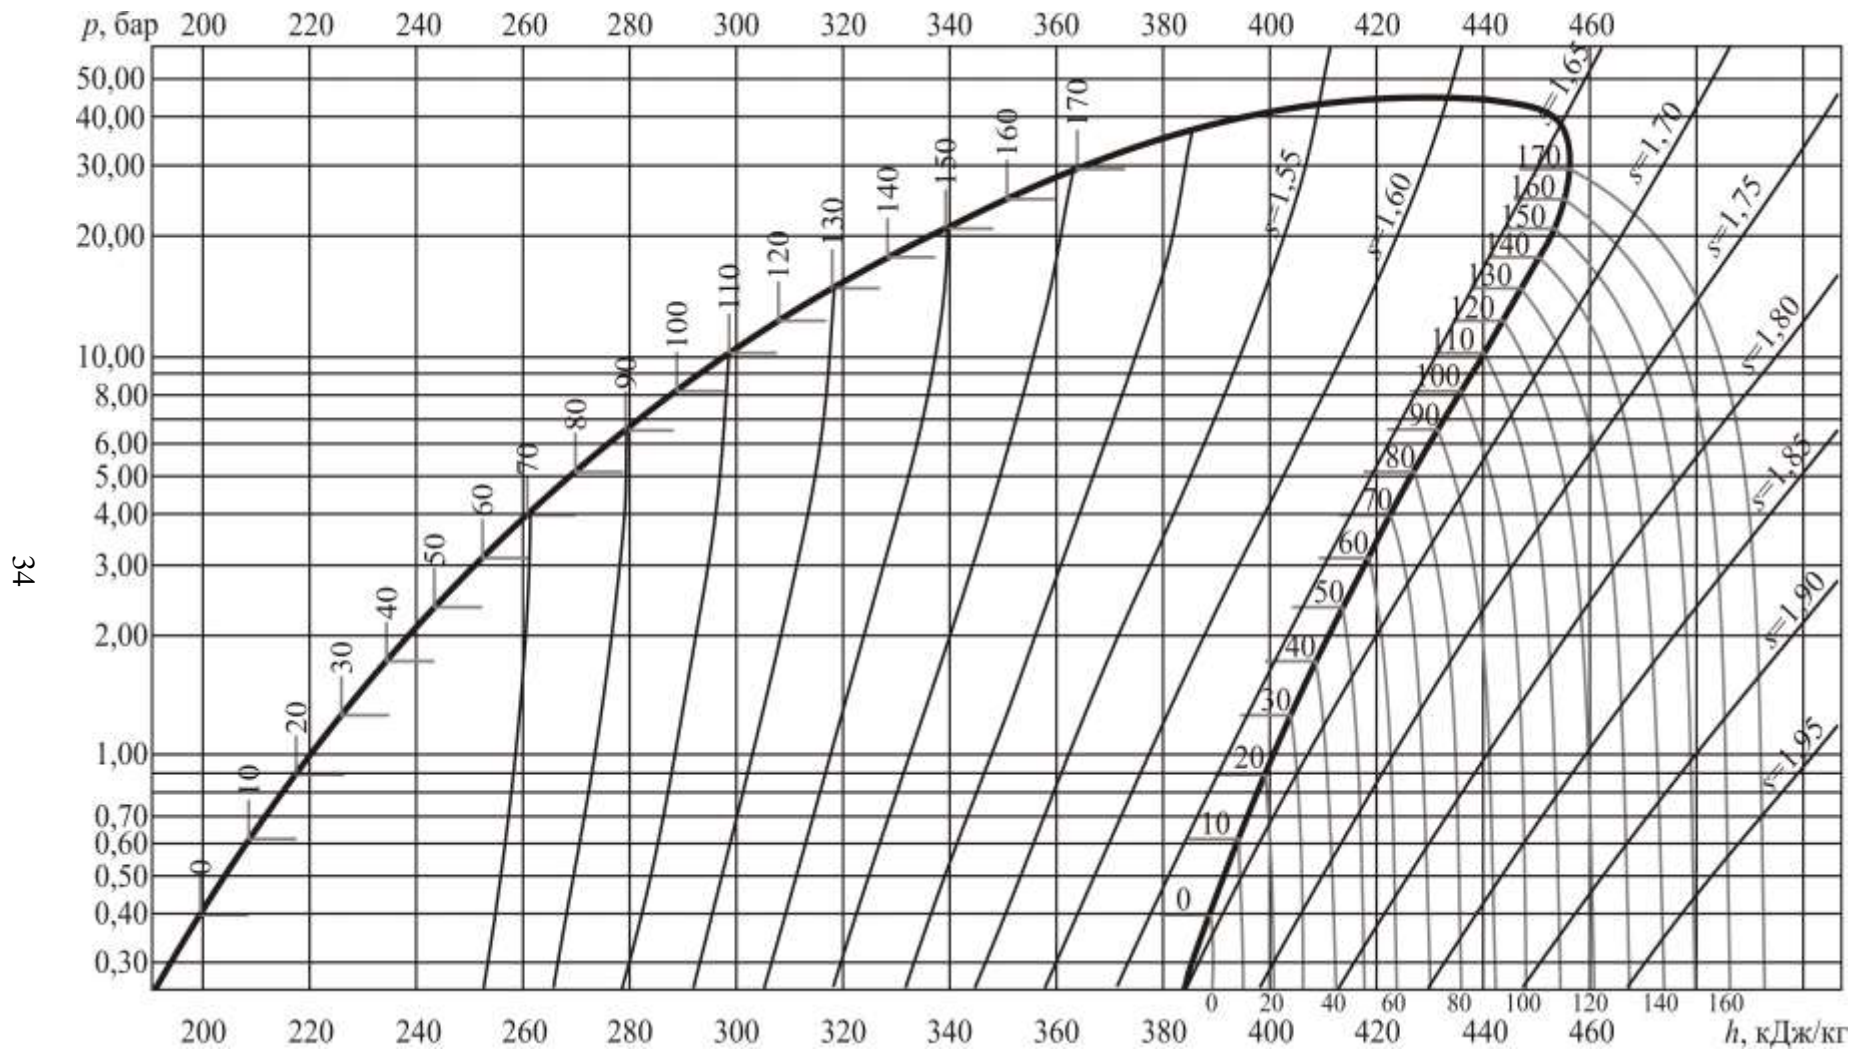

Рис. 5.  $\lg p - h$ -диаграмма хладона R11
4.4. Энтальпия паров хладона на выходе из турбины определяется по  $p-h$  диаграмме для хладона (рис. 5) на пересечении линий  $s_0^{\text{ХТ}} = \text{const}$  и линии температуры  $t_{\text{к}}^{\text{ХТ}}$ :
4.5. Энтальпия кипящего хладона на выходе из конденсатора определяется по  $p-h$ -диаграмме для хладона (рис. 5) на кривой для кипящей жидкости по температуре  $t_{\text{к}}^{\text{ХТ}}$ :